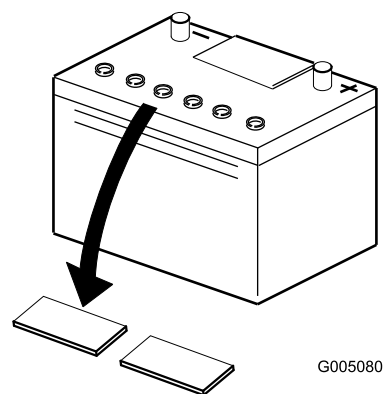

Figure 5
2. Nettoyez le dessus de la batterie puis retirez les bouchons d'aération (Figure 5).